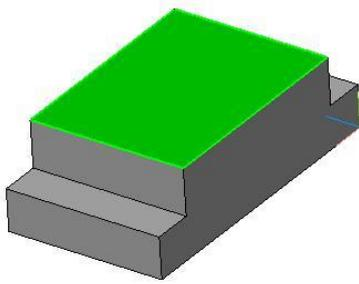

Рис. 3
- щелчком ЛКМ выделите верхнюю (вы укажите плоскость для дальнейшего построения – зеленая) (рис. 3).